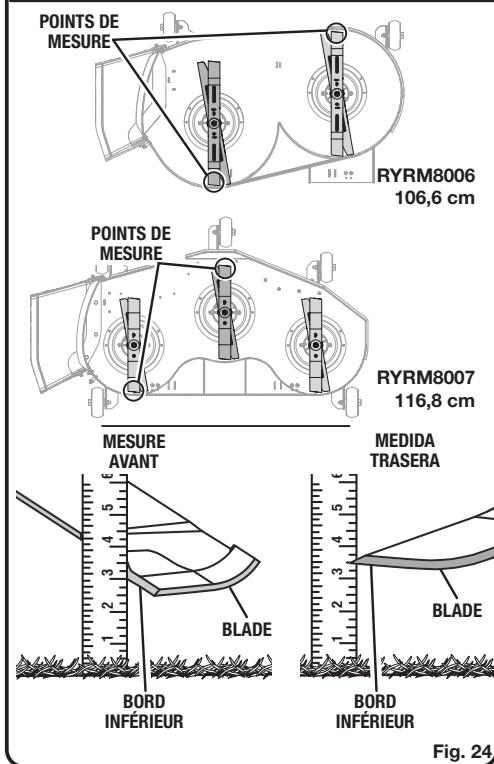

Fig. 24
- Positionner la lame vers le côté le plus près de la goulotte d'éjection et de manière à ce que les extrémités soient dirigées de l'avant à l'arrière de la tondeuse. Voir la figure 24.